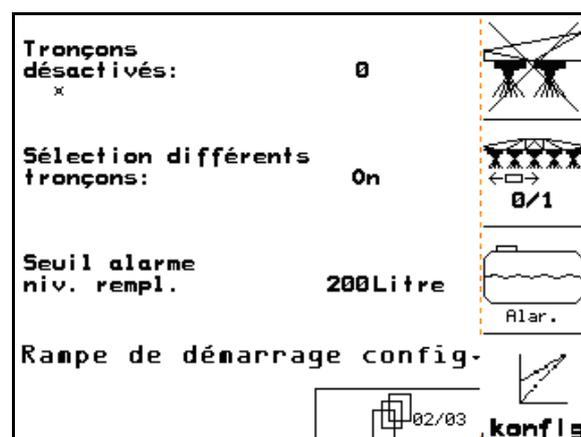

Fig. 22
Page deux (Fig. 22)
- Désactivation permanente de tronçons. Le chiffre affiché (Fig. 22) correspond au nombre de tronçons désactivés de façon permanente (chiffre 0 = aucun tronçon désactivé). (Voir page 37).